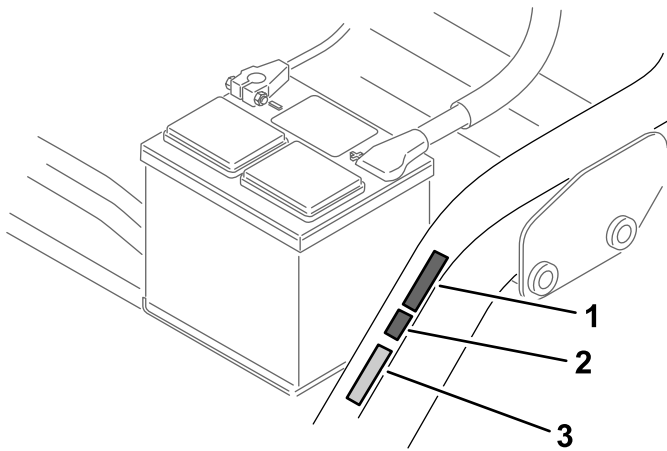

Bild 16
- Bringen Sie den CE-Kennzeichnungsaufkleber neben der Seriennummernplatte an (Bild 16).
- Bringen Sie den CE-Herstellungsjahr-Aufkleber neben dem CE-Kennzeichnungsaufkleber an (Bild 16).